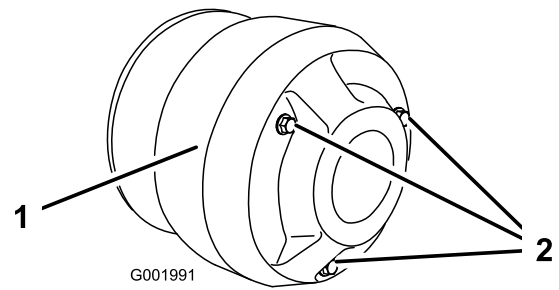

図 54
4. クラッチ・カバーのボルト(3本)を外してカバーを取る(図 54)。